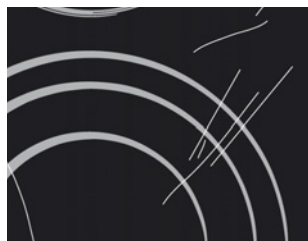

рис.1
■ **Каждый раз перед использованием** протирайте со стеклокерамической поверхности и дна посуды пыль и грязь, которые могут поцарапать поверхность (рис. 1).